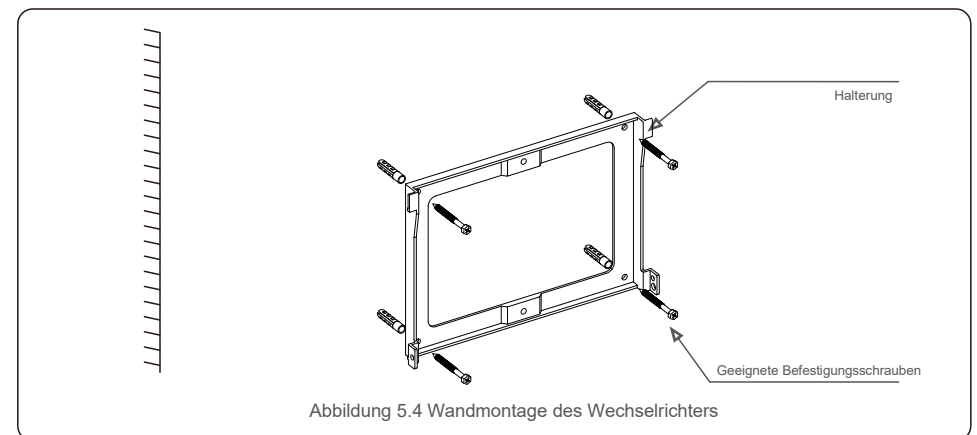
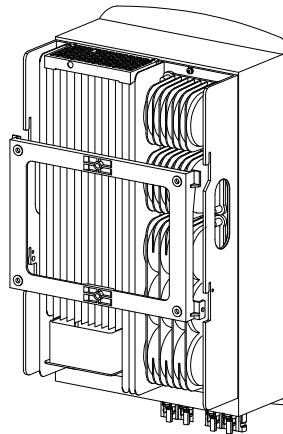

Abbildung 5.4 Wandmontage des Wechselrichters
Abbildung 5.5 Installation des Wechselrichters
Siehe Abbildung 5.4 und Abbildung 5.5. Der Wechselrichter muss senkrecht montiert werden. Die Schritte zur Montage des Wechselrichters sind nachfolgend aufgeführt.
1. Siehe Abbildung 5.4, die Bohrungen für die Dehnschraube basieren auf dem Bohrungsdurchmesser der Halterung (Kreuzschlitzschrauben mit Sechskantkopf ST 6.3x60, HJ0108 10x50 mm, fischbar, erweiterbar, rohrförmig) und werden mit einem Schlagbohrer mit 10 mm Drill gebohrt, um senkrecht an der Wand zu bleiben.
2. Achten Sie darauf, dass die Halterung horizontal ist. Und dass die Befestigungslöcher (in Abbildung 5.4) korrekt angezeichnet sind. Bohren Sie die Löcher gemäß den Markierungen in die Wand.